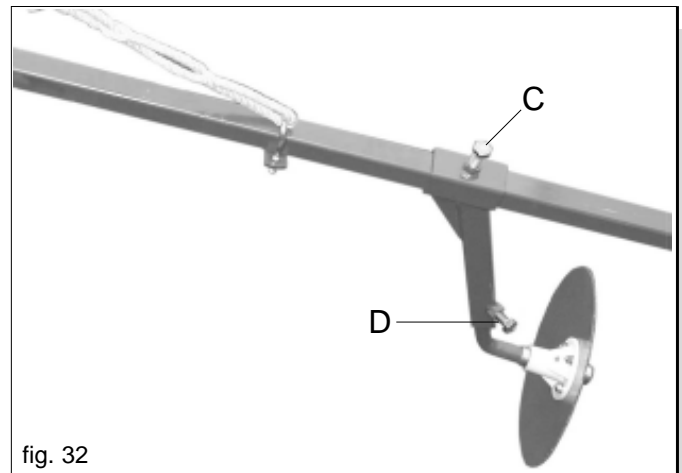

fig. 32
- allentare i bulloni (C, D Fig. 32).
- bloccare i bulloni (C, D Fig. 32).